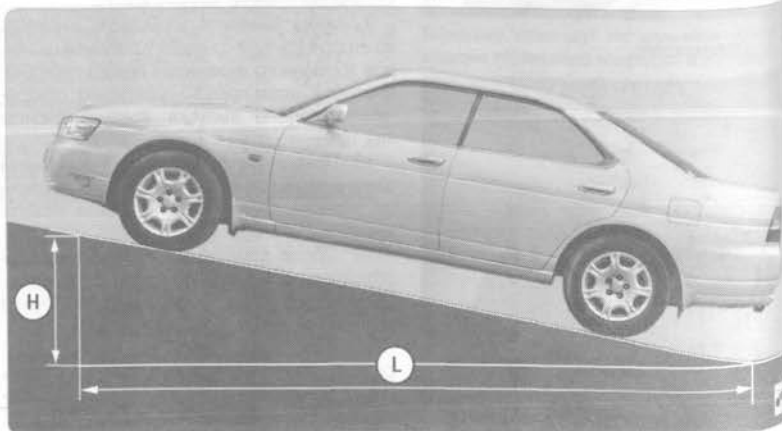

Рис. 4.6. Проверка стояночного тормоза
1. Для проверки правильности регулировки стояночного тормоза найдите вблизи места стоянки вашего автомобиля эстакаду или пандус высотой $H = 1,25$ м при длине въезда $L = 5$ м (рис. 4.6). Такое соотношение соответствует уклону 25%.